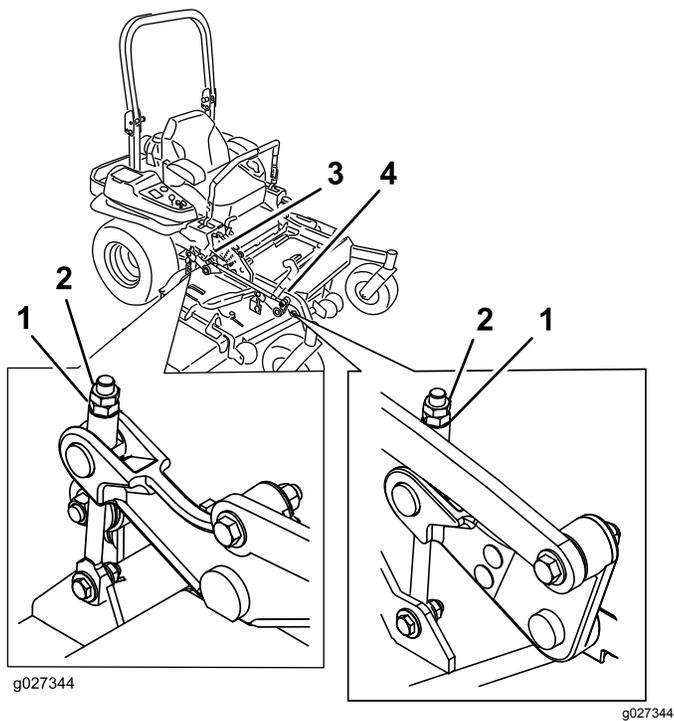

Figura 91
10. Gire la tuerca de ajuste del conjunto de elevación de la carcasa delantera para modificar la altura (Figura 91).
16. Gire el tornillo de ajuste hasta obtener una altura de 8.3 cm ($3\frac{1}{4}$ ") (**Figura 91**).